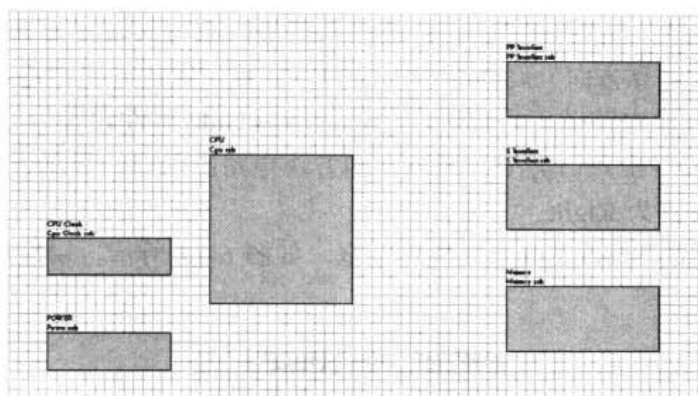

图 6-11 在主电路图中绘制的方块电路图
- (7) 绘制其他方块电路图: CPU 方块电路图放置完成后, 系统仍然处于放置方块电路图状态, 可按照上面的方法绘制其他方块电路图。所有方块电路图绘制完成后的电路图, 如图 6-11 所示。